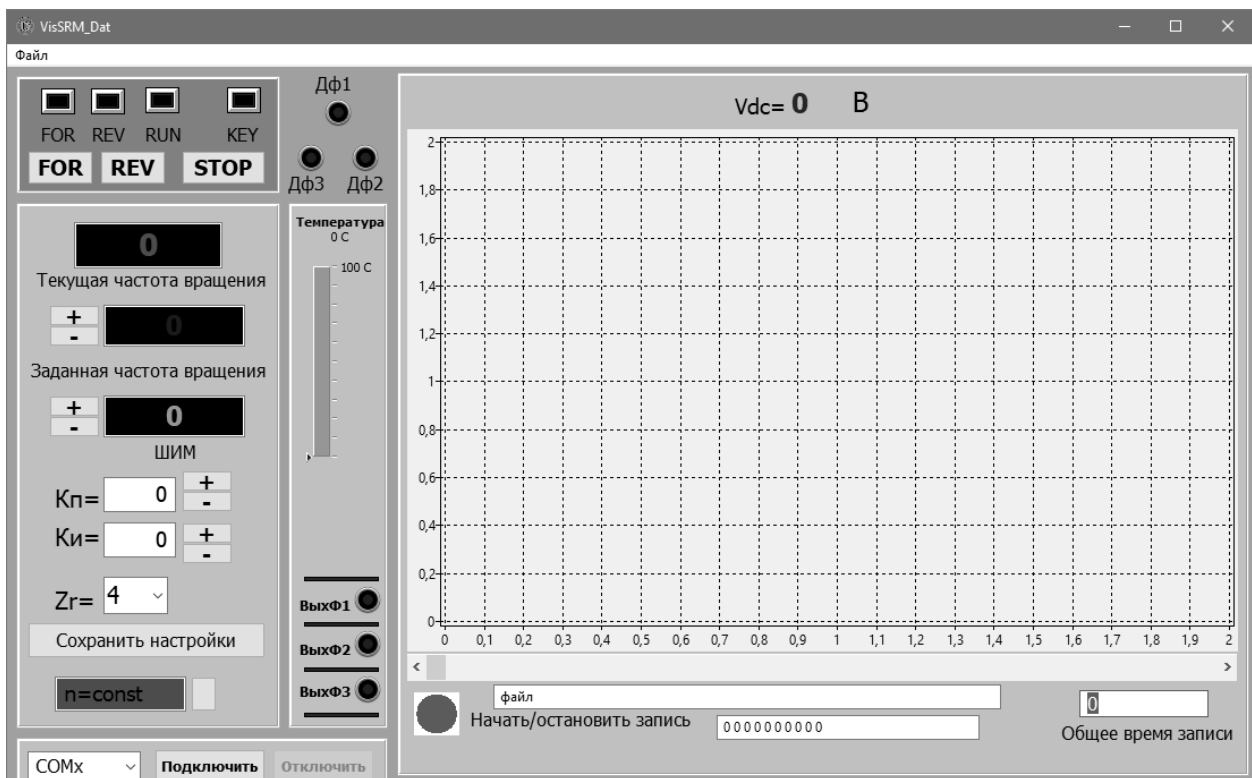

Рисунок 4 – Программное обеспечение VissSRM_Dat
- 3 Запустить программу VisSRM_DAT (рисунок 4).
- 3 Запустить программу VisSRM DAT (см. рисунок 4).